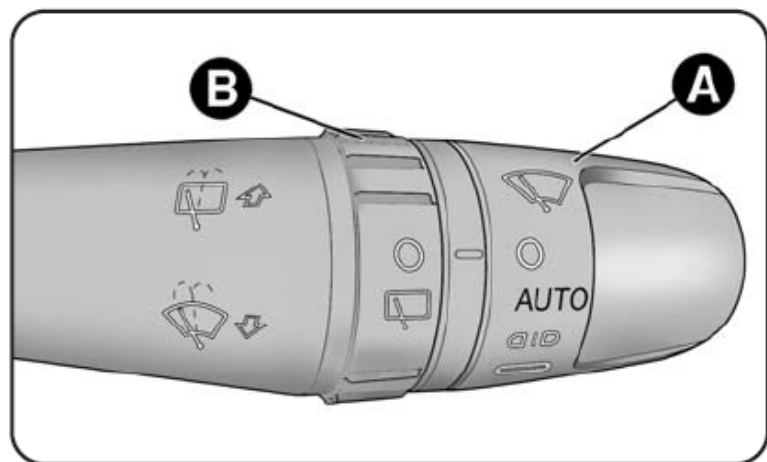

Рис. 34
СТЕКЛООЧИСТИТЕЛИ И СТЕКЛООМЫВАТЕЛИ Рис. 34
Датчик дождя включается автоматически при перемещении шайбы А – рис.34 в «автоматическом» положении (команда «АUTO»): диапазон его регулировки варьирует от неподвижного стеклоочистителя, (нет дождя – стекло сухое), до работы на второй скорости при интенсивном дожде (стекло мокрое).
Поворачивая шайбу А – рис.34, можно изменить чувствительность датчика дождя. Если будет выключен двигатель автомобиля и оставлен рычаг в автоматическом положении, при последующем включении двигателя датчик дождя не включится даже при дожде. Благодаря этому при включении двигателя не происходит случайное включение датчика дождя (например, при мойке вручную лобового стекла или блокировка щеток на стекле из-за обледенения).
- изменение чувствительности (поворачивая шайбу А – рис. 34 чтобы увеличить или уменьшить чувствительность).
Поворачивая шайбу В – рис. 34 из положения  в положение  включается очиститель заднего стекла как указано ниже: